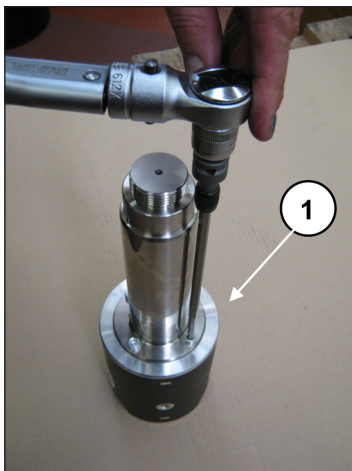

Fig. 47
Para separar a haste da guia do pistão, solte os parafusos do cabeçote cilíndrico M6, mediante a chave especial (pos. ①, Fig. 47).